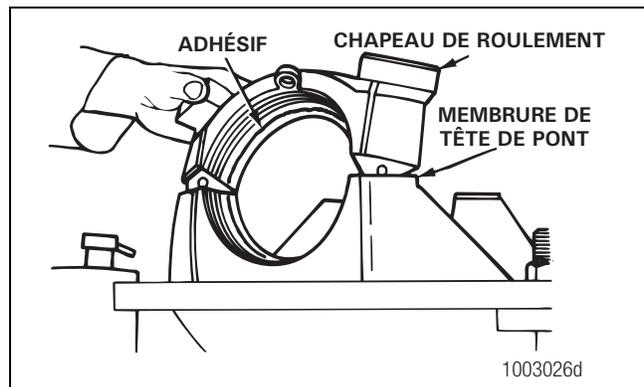

Figure 5.50
3. Appliquer de l'adhésif vert Loctite® 635 ou 680 sur la totalité de la circonférence des alésages de roulement des membrures de tête de pont et des chapeaux de roulement. L'adhésif ne doit pas atteindre le filetage des écrous de réglage de roulement. Se reporter à la Section 6. Figure 5.50.